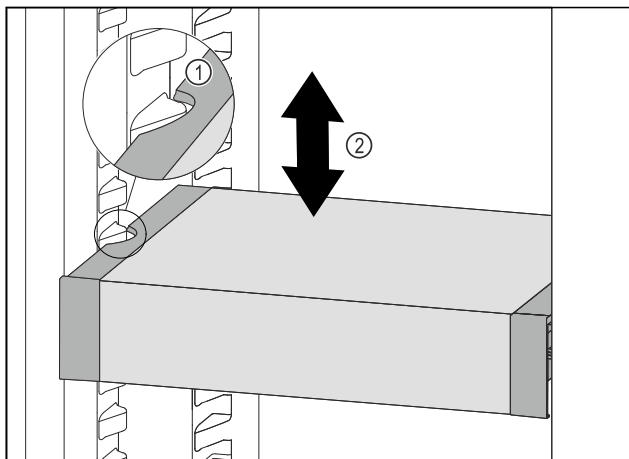

Fig. 182
- ▶ Тяните VarioSafe вперед, пока боковые выемки VarioSafe не окажутся на высоте выступа резервуара в холодильном отделении. Fig. 182 (1)
- ▶ Двигайте VarioSafe в холодильном отделении вверх или вниз, пока не будет достигнута требуемая высота. Fig. 182 (2)